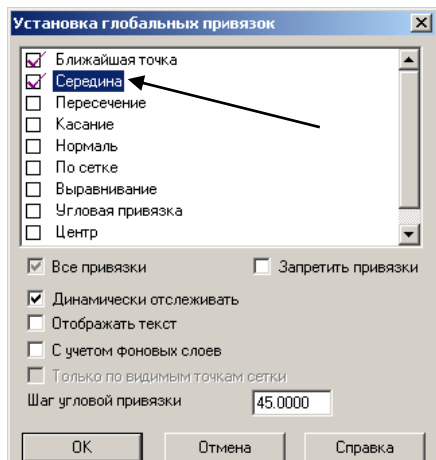

Рис. 25
12. Установите привязки точек по **СЕРЕДИНЕ** и нажмите на ОК (рис. 25).
ПЕРЕСЕЧЕНИЕ и нажмите на ОК (рис.25).